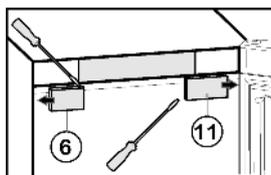

Fig. 9
- ▶ Снятие крышки со стороны ручки Fig. 9 (6): справа выведите из фиксатора при помощи плоской отвёртки и сдвиньте наружу.
- ▶ Снятие крышки со стороны шарнира Fig. 9 (11): слева выведите из фиксатора при помощи плоской отвёртки и сдвиньте наружу.